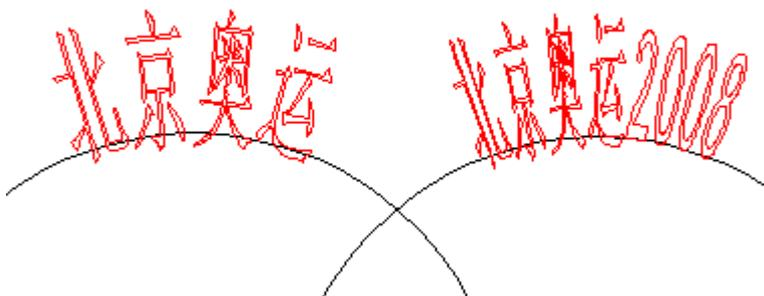

图 4-20 限制角度为 45 度的不同文字对比
**角度范围限制：**如果使能此参数，则无论输入多少文字，系统都会把文字要缩在限制的角度之内，如图 4-20 所示。